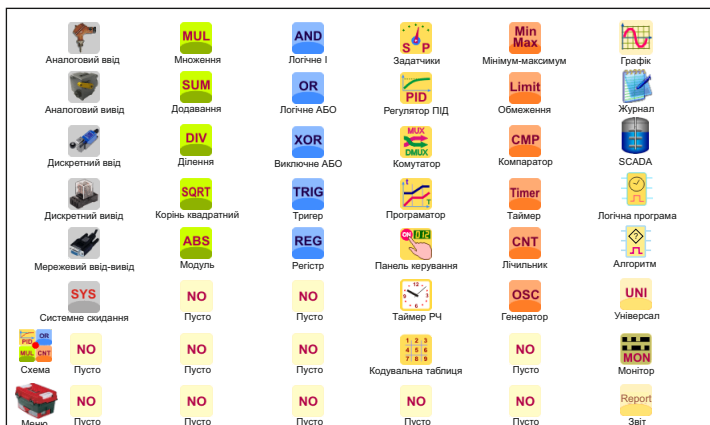

Рис. 10. Бібліотека функціональних блоків
7.3.4 Для встановлення необхідного функціонального блоку в схему натисніть на один з номерів, що вказують його місце в схемі. На екрані контролера з'явиться бібліотека функціональних блоків (Рис. 10). Виберіть необхідний функціональний блок, після чого на попередньо вказаному місці схеми з'явиться піктограма відповідного блоку.